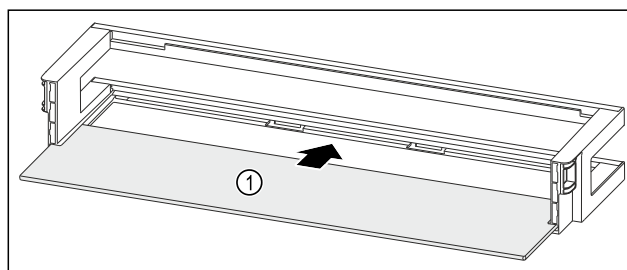

Fig. 141 Dveřní přihrádka s odkládací plochou
- ▶ Odkládací plochu Fig. 141 (1) zasuněte do bočních vybrání.